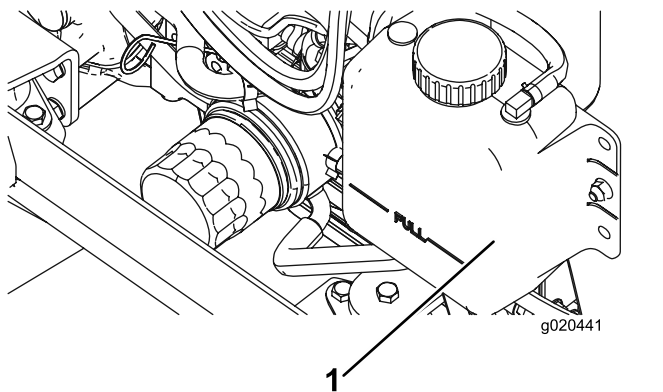

Figura 108
2. Rimuovete attentamente il tappo del radiatore e il tappo del vaso di espansione (Figura 108).